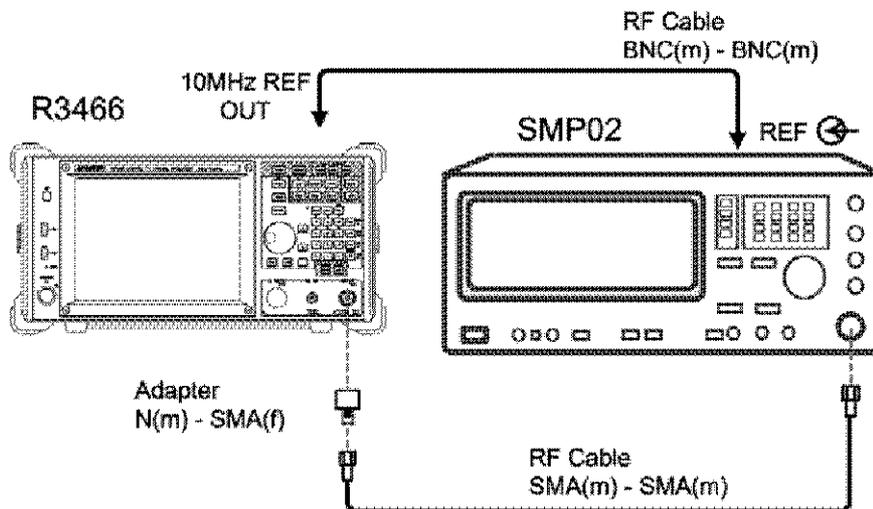

図 2-9 分解能帯域幅精度切り替え誤差の試験
1. 機器を図 2-9 のように接続します。R3466N の場合は、Adapter の後に 50 to 75  $\Omega$  変換器を使用して本器と接続します。